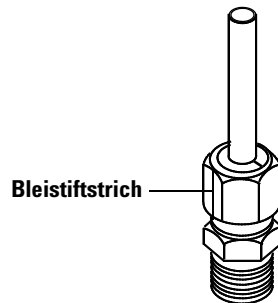

Abb. 11 Markieren der Armatur
- 7 Markieren Sie die Mutter mit einem Bleistiftstrich (Abb. 11).